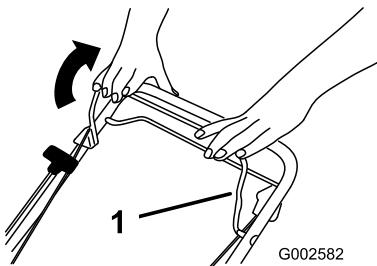

Figure 14
- Sujete la barra de control de la cuchilla (Figure 14) contra el manillar.